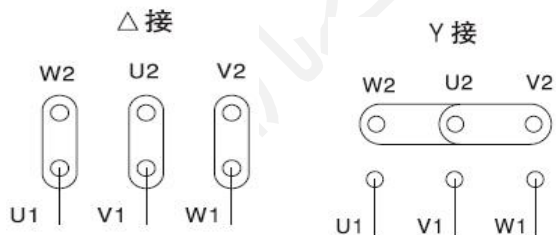

图 6
6.3.3 六端子接线盒通过连接片改变接法，可适应两种不同电压需要（见图 6），有两个进线口可引入二根多芯电缆的接线盒，当引入一根多芯电缆只使用一个进线口时，另一个进线口的堵棒不得拿掉，否则将失去防爆性能。